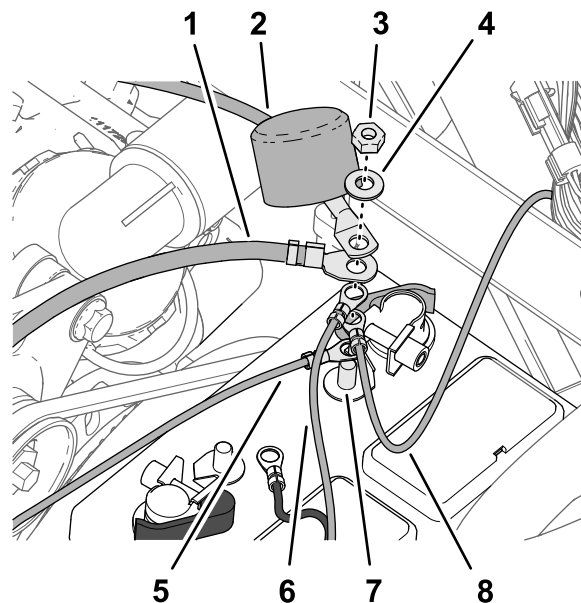

Bild 211
2. Montieren Sie die folgenden Kabel-Anschlussklemmen in der folgenden Reihenfolge an der Gewindestrebe des Pluspols der Batterie (Bild 211):
4. Fluchten Sie die Isolierabdeckung des Pluskabels der Batterie zum Anlasser über der Gewindestrebe aus (Bild 211).